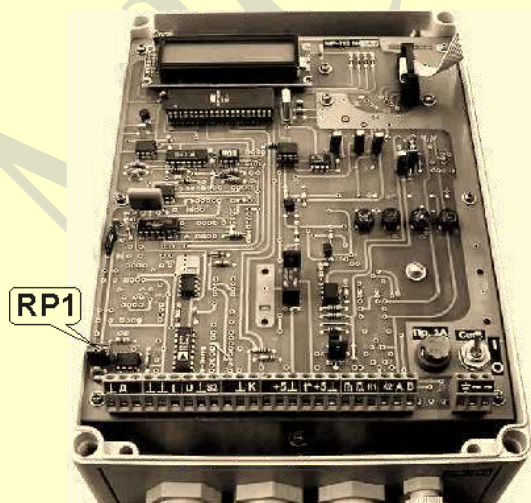

Рис. 7.1. Блок управления и контроля. Вид со снятой крышкой
7.3.3. Если значение напряжения, отображаемое на индикаторе блока управления и контроля, составляет 2,500 В, регулировкой потенциометра RP1 на плате блока управления и контроля (см. Рис. 7.1) установите значение напряжения $(2,0 \pm 0,2)$ В.